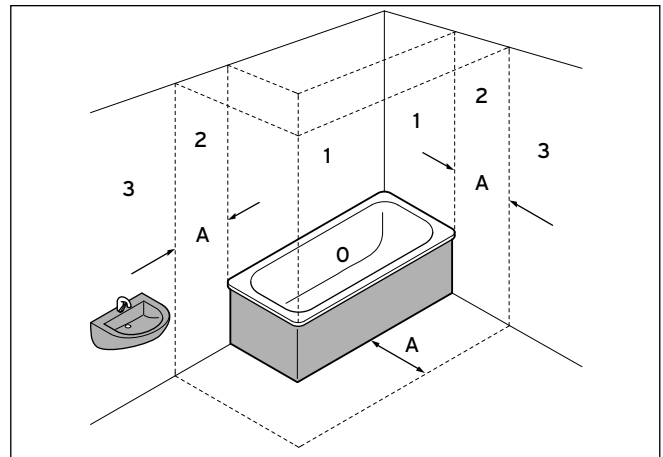

Fig. 4.2 Limitări în încăperi cu umezeală
- Suspendați centrala electrică eloBLOCK în băi, spălătorii și dușuri **în afara** zonelor 0, 1 și 2 (→ **fig. 4.2**).